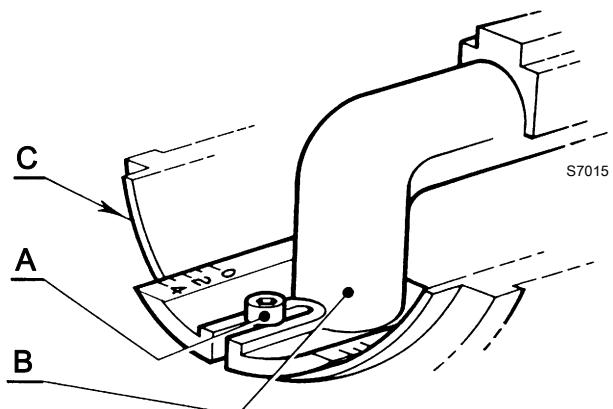

图 14
- 拧松螺丝A) (图 14), 移动弯头B) 使之与连接器(C)的端面对齐到设定的刻度。